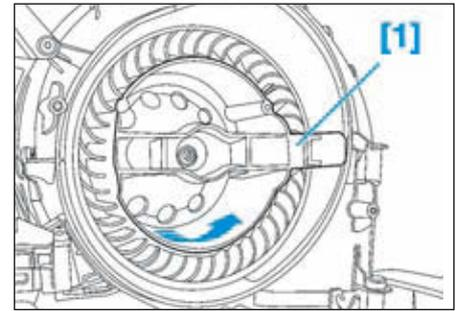

FIG.48
- Pousser et tourner dans le sens antihoraire l'outil [1] pour déverrouiller la soufflante d'air d'habitacle (Fig.48).